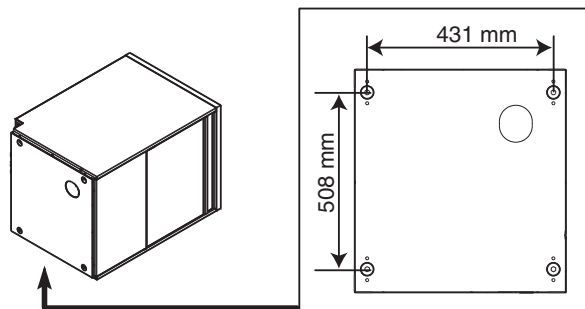

Fig. 7
- Bor fire huller med  $\varnothing$  9 mm i bordpladen i henhold til afstandene angivet på Fig. 7.